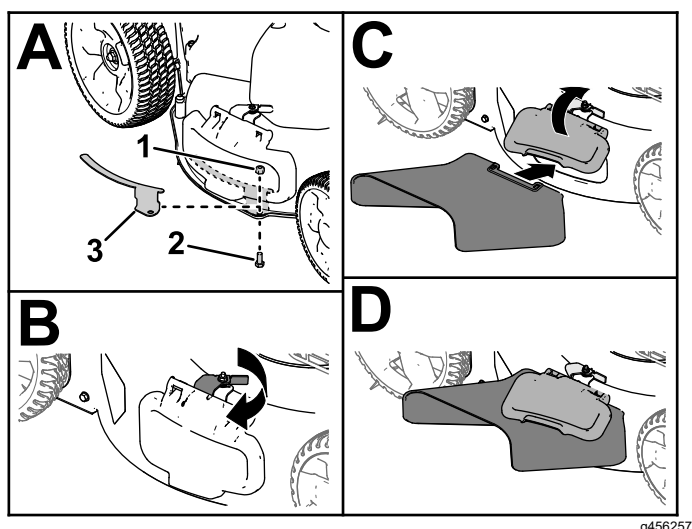

Figura 19
1. Retire o suporte do defletor de descarga lateral e os fixadores (A da Figura 19).
2. Destrancue e levante o defletor lateral e instale a calha de descarga lateral (B, C e D da Figura 19).
**Importante:** Instale o suporte do defletor quando não estiver a utilizar a calha de descarga lateral (A da Figura 19).